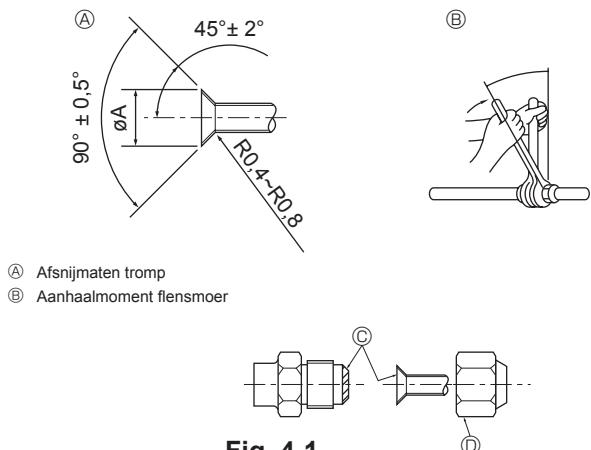

Fig. 4-1
③ (Fig. 4-1)
④ (Fig. 4-1)
4.2. Aansluiten van de pijpen (Fig. 4-1)
- Doe een dun laagje koelmachineolie op de leiding en het aansluitingsoppervlak voordat u de "flare"-moer vastdraait. ④
- Draai met gebruik van twee pijptangen de aansluitende leidingen vast. ⑤
- Breng koelolie aan op de aansluitingsoppervlakken. ⑥
- Gebruik de flensmoeren voor de volgende pijpfafmetingen. ⑦